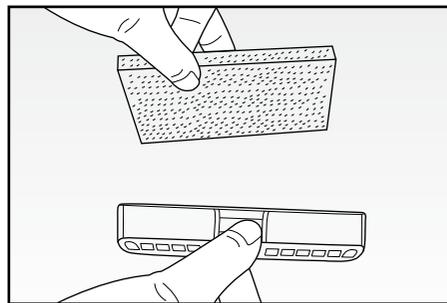

Fig. 11
- Estrarre il filtro (Fig. 11) e agitarlo vigorosamente per pulirlo. Se il filtro è molto sporco lavalo con acqua tiepida saponata e fallo asciugare naturalmente. NON farlo asciugare artificialmente.